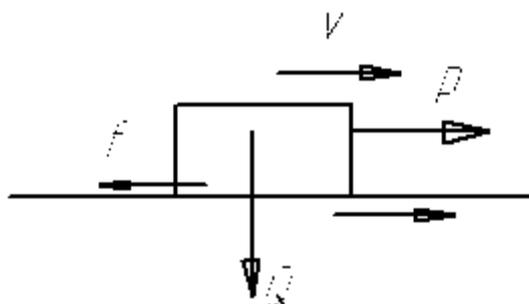
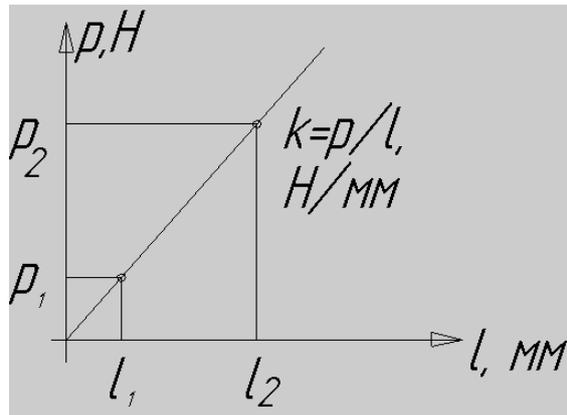

Рис. 1.1. Схема действия сил
Рис. 1.4. Тарировочный график
Сущность этого метода (рис. 1.1) заключается в том, что тело А двигают с постоянной скоростью относительно тела В и измеряют необходимую для этого силу Р, так как движение тела равномерное, то сила трения F равна по величине силе Р и противоположна ей по направлению.
1. Прибор ТММ-32 ставится на краю стола с таким вылетом, чтобы груз 19 (рисунок 1.1) свободно проходил, не задевая за стол. Устанавливается тарировочный ролик 10. К точной стрелке индикатора при снятом грузе подводится нулевое деление шкалы. Через ролик 10 перекидывается нить, один конец которой прикрепляется к балке 9, к другому концу подвешивается груз. Для нескольких грузов, разной величины, записывают показания индикатора, составляют тарировочный график (рис. 1.4) и определяют масштабный коэффициент K Н/мм (отношение веса груза к соответствующему показанию индикатора).